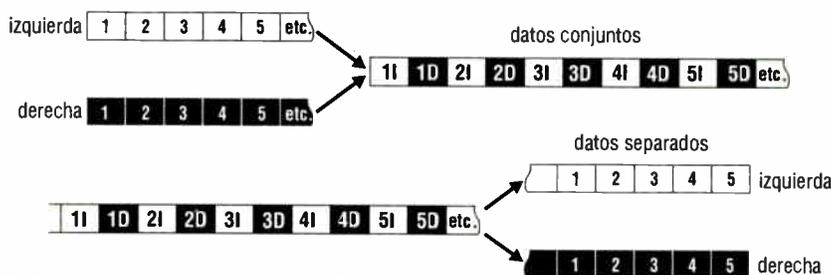

FIG. 2: El proceso de conjuntar o separar datos.
**Formato de datos:** La elección de datos accesibles o no accesibles es otra decisión de diseño que tiene complicaciones para el usuario. Esta selección de datos combina múltiples canales en un solo "camino" de datos (véase la Fig. 2). Esto es más usual para estereo. En aplicaciones para hacer pistas maestras en CD (disco compacto), no hay una necesidad de separar los canales estereos. Los problemas se presentan cuando hay que editar los canales (tracks) en forma independiente, ya que los canales individuales están físicamente juntos.